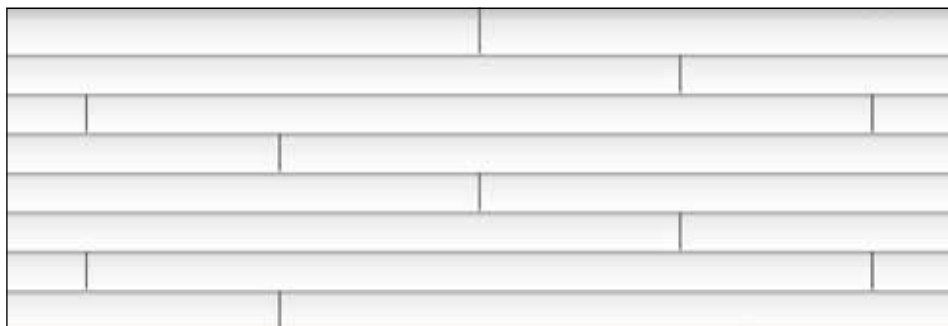

Fig. 41 – Variasjoner av kledning
1. En rekke kledningssrangeringer er mulige med VIVIX® Lap planker (se fig. 41)